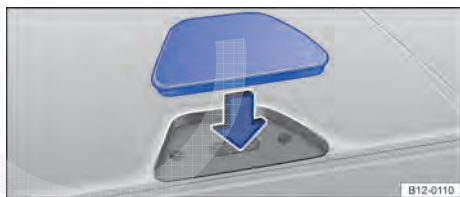

Fig. 121 No console central: fechar a abertura do suporte do aparelho de navegação.
- Se for o caso, fechar a abertura com a tampa de cobertura correspondente no sentido da seta → Fig. 121.
- Se for o caso, retirar a tampa de cobertura correspondente da abertura do suporte no sentido contrário ao da seta → Fig. 121.